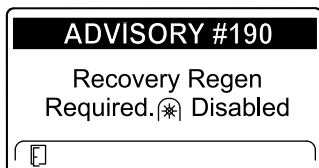

Figura 46
- Richiesta di rigenerazione di recupero – disabilitazione della presa di forza ADVISORY #190 (Figura 46)